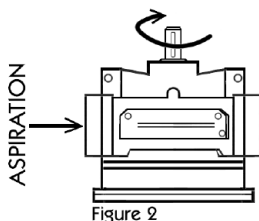

Figure 2
- Vérifier le sens de rotation de la pompe (fig. 2 et 3 ci-dessous).